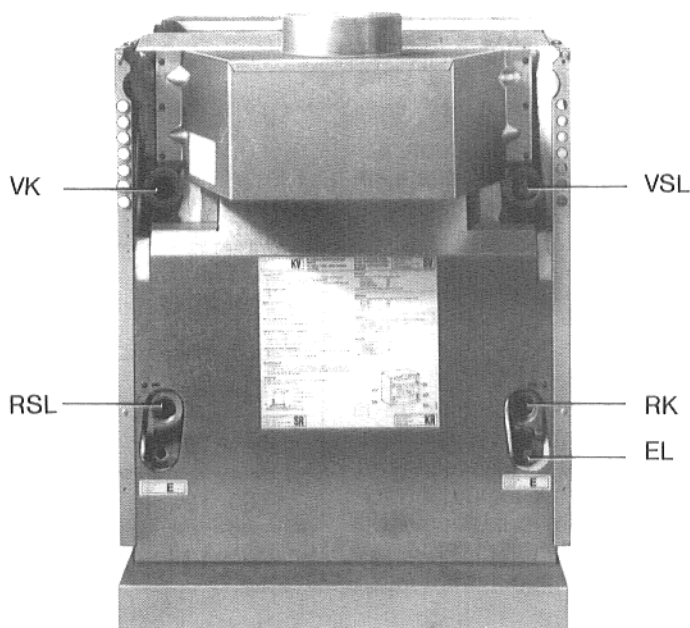

Fig. 5: Collegamenti idraulici
- Collegare la caldaia alla rete di tubazioni dell'impianto di riscaldamento (Fig. 5).
L'interscambio degli attacchi idraulici (VK e RK; Fig. 5), non è consentito per motivi di sicurezza funzionale, essendo di fabbrica incorporato un tubo alimentatore nel ritorno della caldaia.